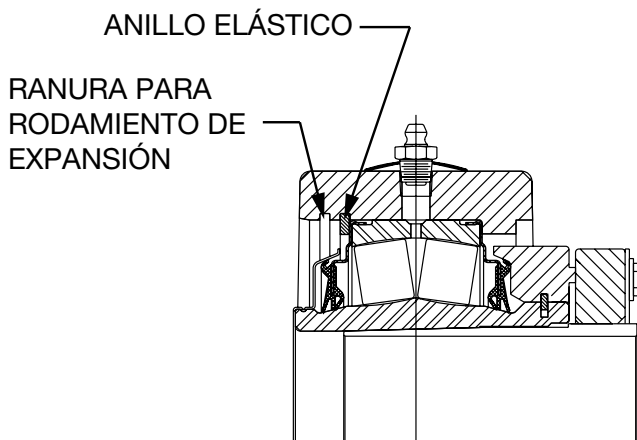

Figura 7. Conversión de un rodamiento de no expansión a uno de expansión
1. Mueva el anillo elástico opuesto al lado de la tuerca de seguridad hasta la ranura exterior del anillo elástico. Vea la figura 7.